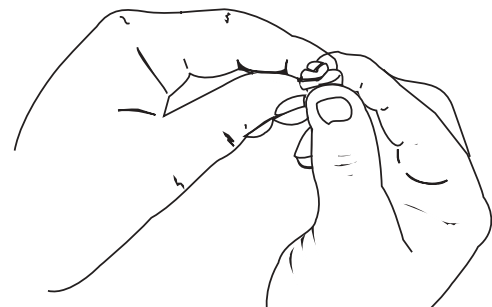

Fig. 25
5. Spremere il filtro in modo tale da stendere l'olio ed eliminarne l'eccesso (Fig. 25).